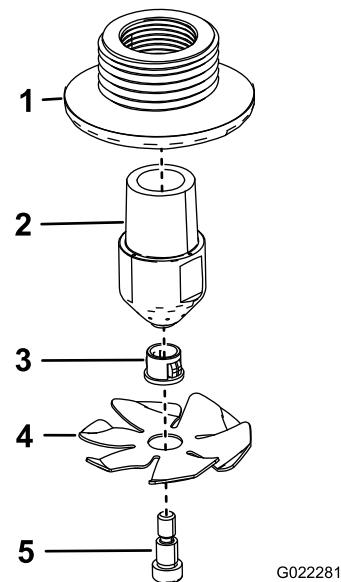

Figure 17
1. Assemblez les 2 buses de rinçage comme montré à la Figure 17.